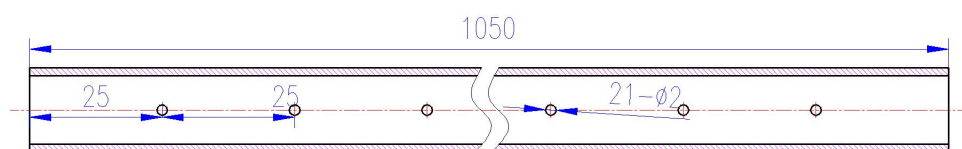

图 1 喷吹管零件图
(1) 喷吹管（见图 1）：采用 $\phi 15 \times 2$ 的 304 不锈钢管加工，长 1050mm（皮带输送机物料通道宽度 1000mm，两边各留有 25mm 用于导流板安装），喷吹孔直接为 $\phi 2\text{mm}$ ，喷吹孔个数为 21 个。进气方式采用两端同时进气。